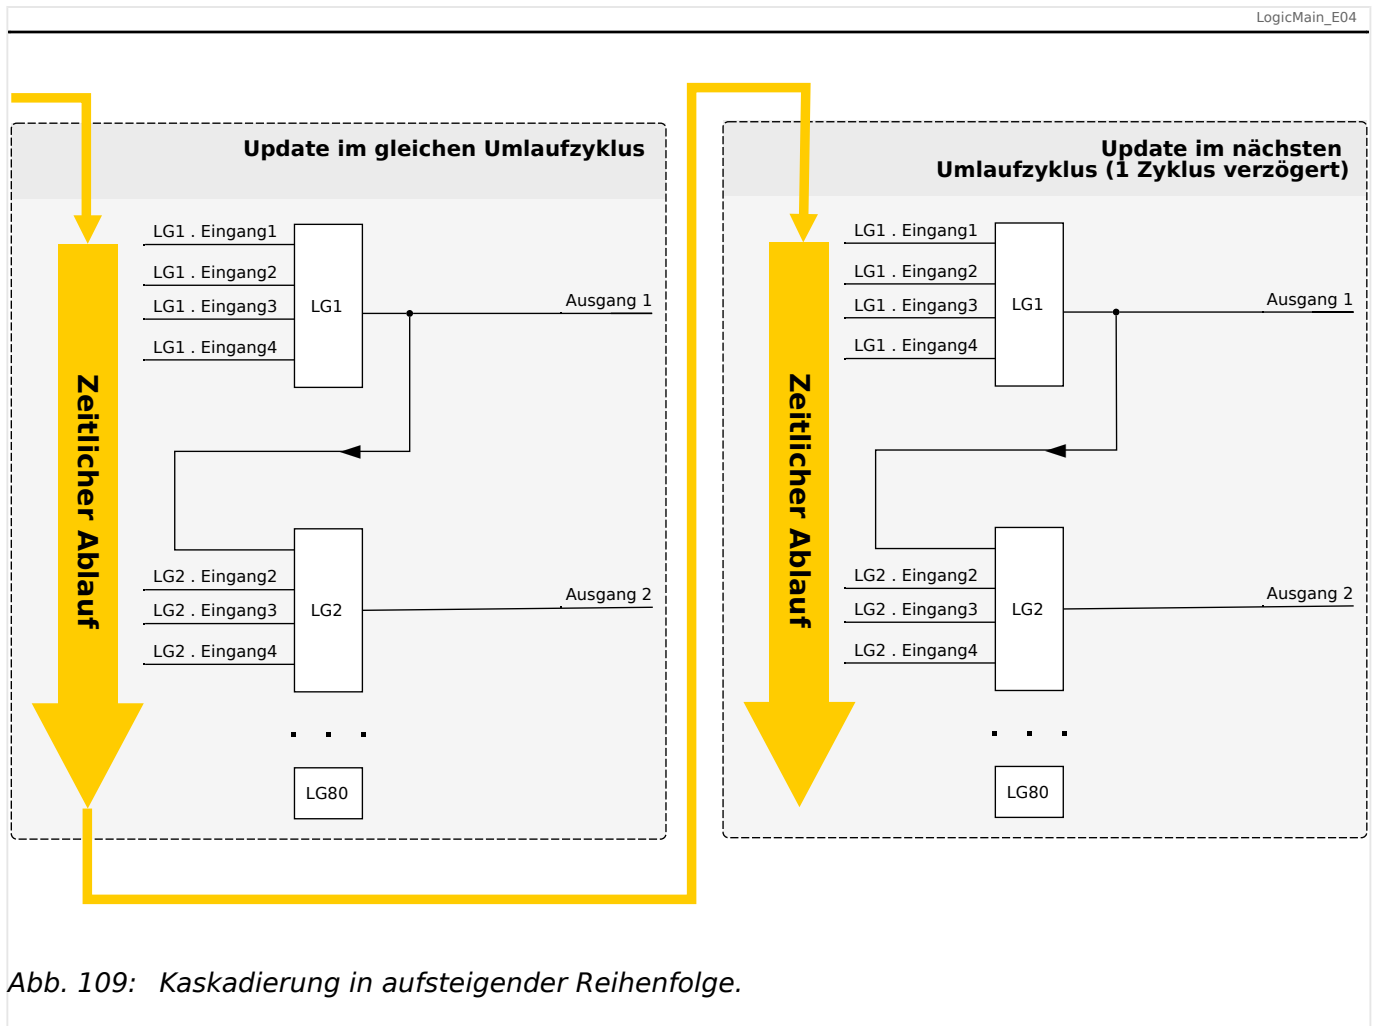
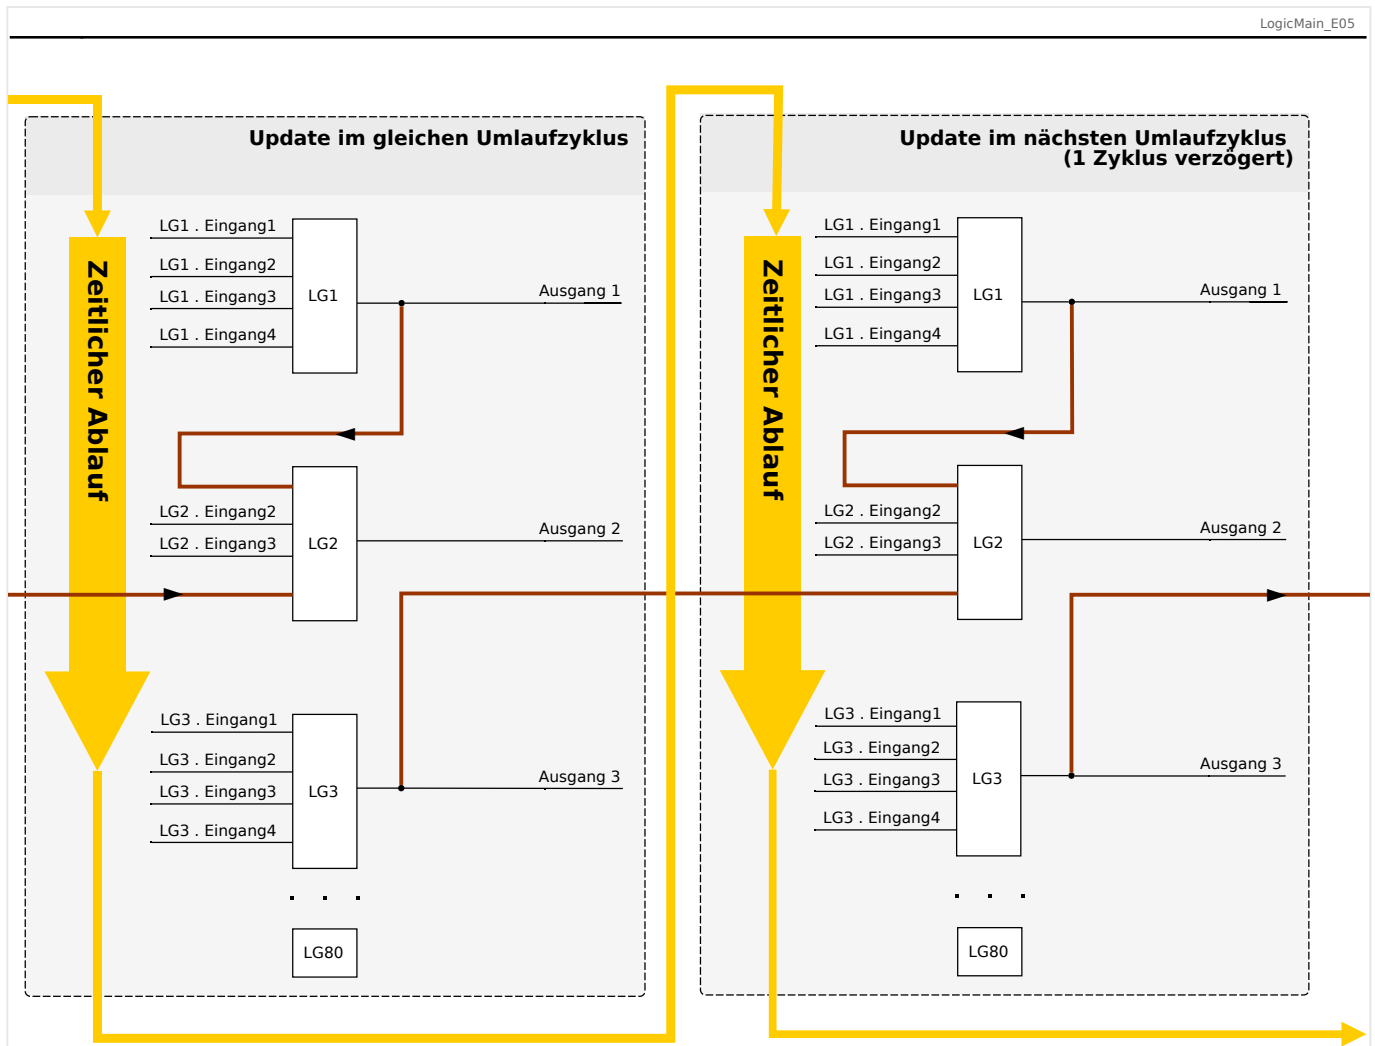

Abb. 109: Kaskadierung in aufsteigender Reihenfolge.
Abb. 110: Kaskadierung in absteigender Reihenfolge.
- Kaskadierung in **aufsteigender** Reihenfolge bedeutet, dass der Ausgang einer Logikgleichung auf den Eingang einer Logikgleichung mit **höherer** Nummer rangiert wird. Das Diagramm  Abb. 109 weiter unten zeigt ein Beispiel, bei dem der Ausgang von LG1 auf einen Eingang von LG2 rangiert wird.
- Kaskadierung in **absteigender** Reihenfolge bedeutet, dass der Ausgang einer Logikgleichung auf den Eingang einer Logikgleichung mit **niedrigerer** Nummer rangiert wird. Das Diagramm  Abb. 110 zeigt ein Beispiel, bei dem der Ausgang von LG3 auf einen Eingang von LG2 rangiert wird.
Bei der Konfiguration des Schutzgerätes bestehen keinerlei Einschränkungen oder Unterschiede zwischen aufsteigender und absteigender Reihenfolge. Da allerdings während der Laufzeit des MRM4 die Logikgleichungen in aufsteigender Reihenfolge ausgewertet werden, haben die resultierenden Ausgangswerte, die am Eingang der Logikgleichung anstehen, ein unterschiedliches „Alter“, wie in  Abb. 109 und  Abb. 110 veranschaulicht wird.
Das in Abb. 110 gezeigte Beispiel zeigt eine Konfiguration von „Logikgleichung 2“, die den Ausgang von zwei weiteren Logikgleichungen, „Logikgleichung 1“ und „Logikgleichung 3“, als Eingangszustände verwendet. Hierbei ist der Ausgang von „Logikgleichung 1“ in aufsteigender Reihenfolge verwendet, sodass der Wert in jeweils demselben Prozesszyklus ermittelt wird. Der Ausgang von „Logikgleichung 3“ wird in absteigender Reihenfolge verwendet, sodass der Wert in dem jeweils vorherigen Prozesszyklus ermittelt wurde.